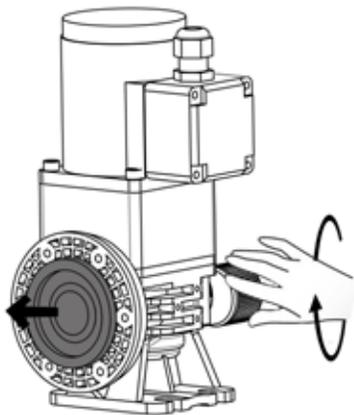

图 11
- 取下泵头后保存好泵头螺丝及螺母，将冲程调节杆旋至 0% 位置，此时膜片组件会被顶起并与过渡段分离。（见图 11）